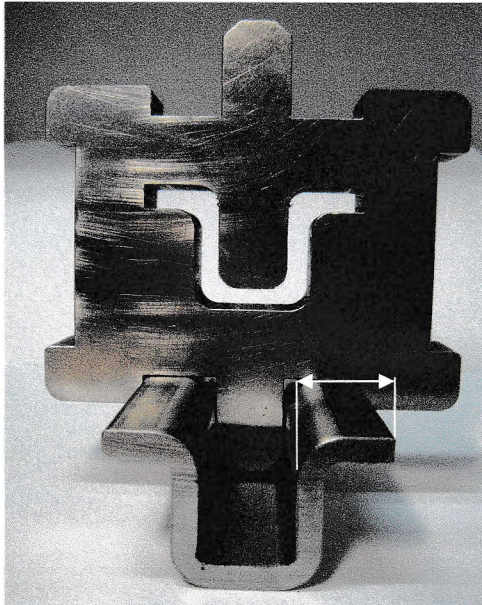

Bild Nr.2 Ermitteln Größt-/ Kleinstmaß, Flanschbreite.
- Bild Nr.2:** Größtmaß- Flanschbreite (GR). Der Flansch muss in die Lehre passen.
- Bild Nr.2:** Kleinstmaß- Flanschbreite (KL). Der Flansch darf nicht in das Kleinstmaß der Lehre passen.